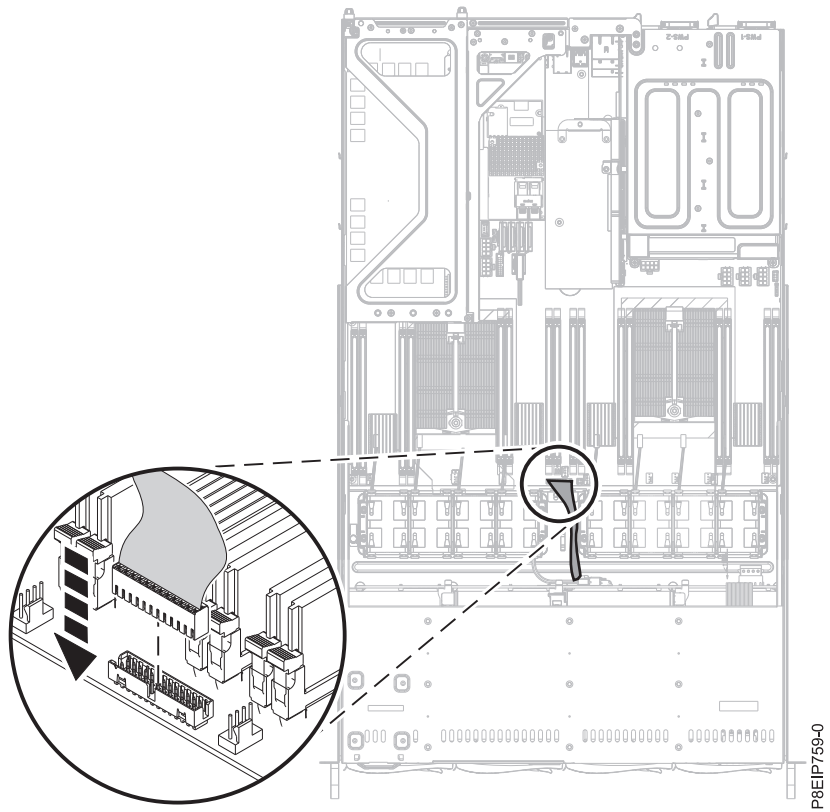

Figure 59. Remise en place du câble du panneau de commande
15. Remettez en place le câble du panneau de commande dans le fond de panier système, comme indiqué dans la figure 59, à la page 55.